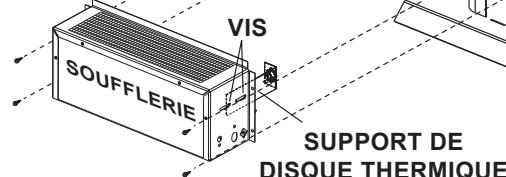

Fig. 2
3. Installez la soufflerie et le boîtier comme illustré (**Fig. 2**) à l'aide des 4 vis (fournies).